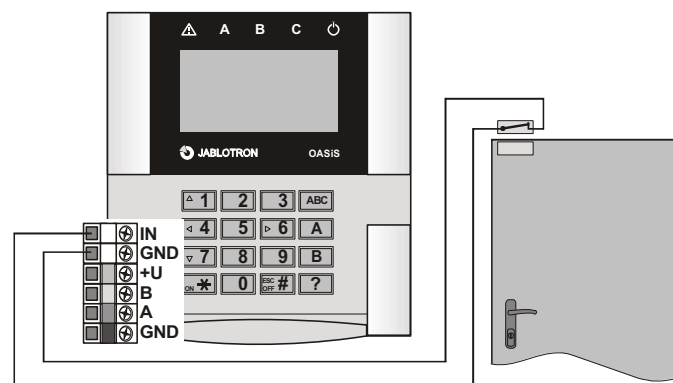

Abb. 2 Anschluss des Türöffnungsdetektors
4. **Den Türdetektor installieren** (falls dieser eingesetzt werden soll) und seinen Kabel an die Klemmen IN und GND anschließen. (Abb. 2). Wenn der Eingang nicht benutzt wird, muss er geklemmt sein.